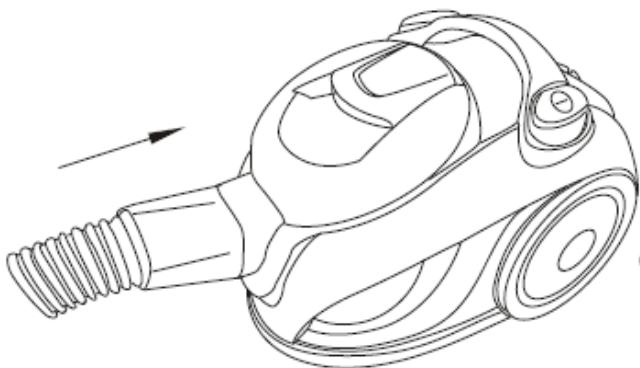

Рис. 1
1. Вставьте конец шланга в гнездо воздухозаборника и поверните его по часовой стрелке на 90° до щелчка (рис. 1).